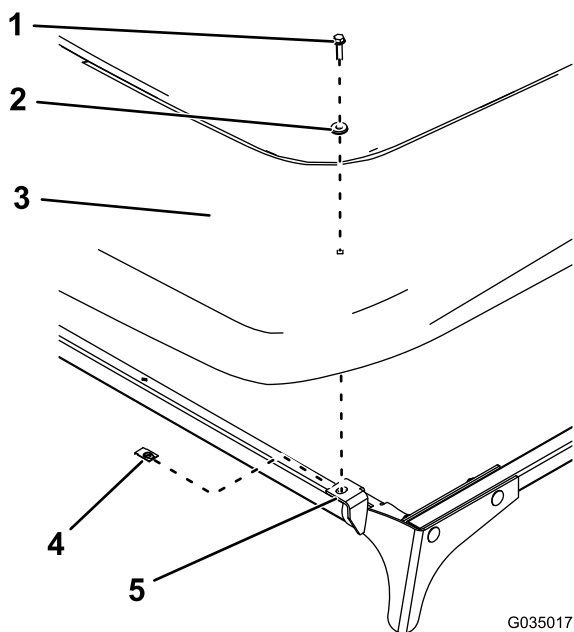

图32
1. 如图32所示用2个夹子、2个密封垫圈和2个六角头螺栓 $\frac{1}{4} \times 1$ 英寸将遮阳篷安装到前安装板上。